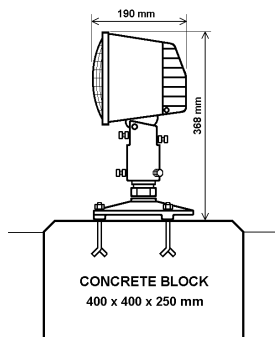

FIG 1
- Au niveau du sol avec bague de rupture sur tripode (Fig. 1).